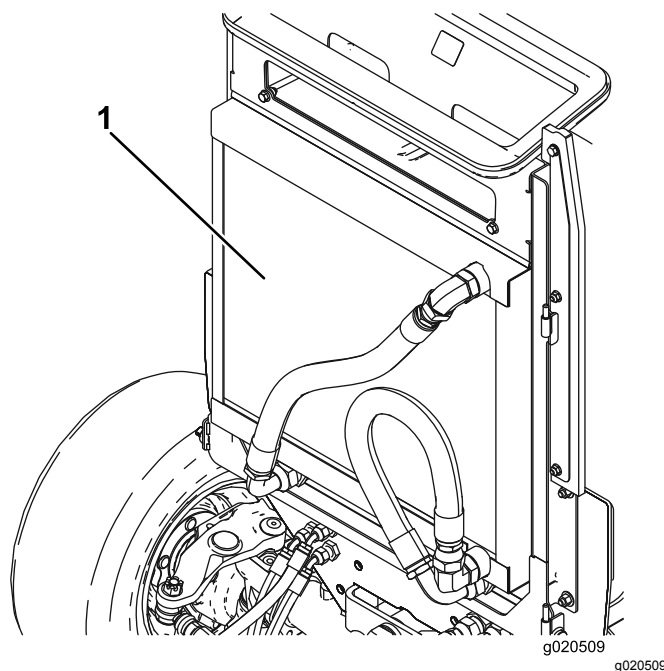

Figura 73
3. Limpe os dois lados do dispositivo de arrefecimento de óleo e o radiador (Figura 73) com ar comprimido. Comece a partir da parte frontal e sopre os detritos para fora na direção da parte posterior. Depois, limpe a partir da parte posterior e sopre na direção da parte